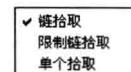

图 1-25 拾取方法菜单
(3) 有些操作中（如：曲线组合），要拾取元素时，按空格键，弹出拾取方法选择菜单，可以进行拾取方法选择，如图 1-25 所示。